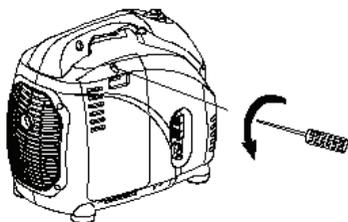

Рис. 7. Замена масла
8.6.3. Повернуть винт по часовой стрелке и снять крышку, см. рис. 7.